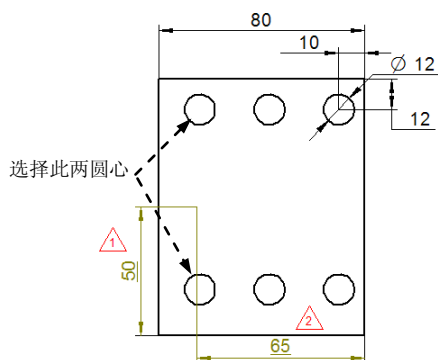
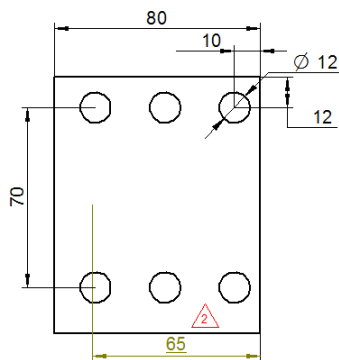

图 8.2.53 定义参照对象
图 8.2.54 附加尺寸标注 1
Step5. 定义尺寸基准元素。选择图 8.2.53 所示的两圆心为尺寸基准元素, 然后在合适的位置放置尺寸, 结果如图 8.2.54 所示。